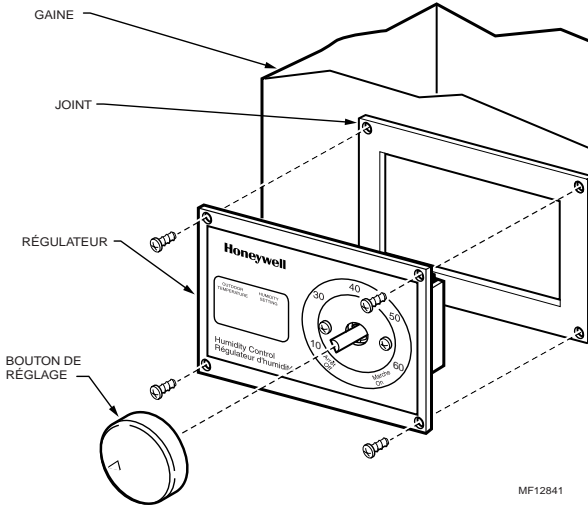

Fig. 4. Fixer le régulateur à la gaine.
5. Utiliser des vis à métal pour fixer le régulateur à la gaine par les ouvertures de fixation. Voir la Fig. 4.